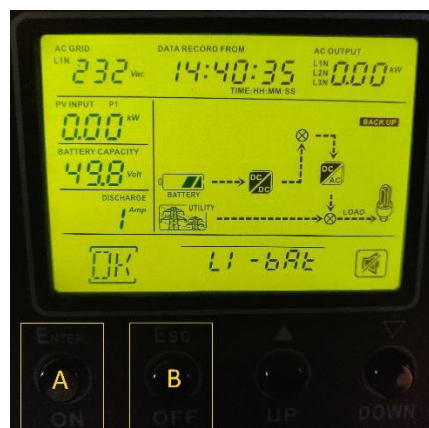
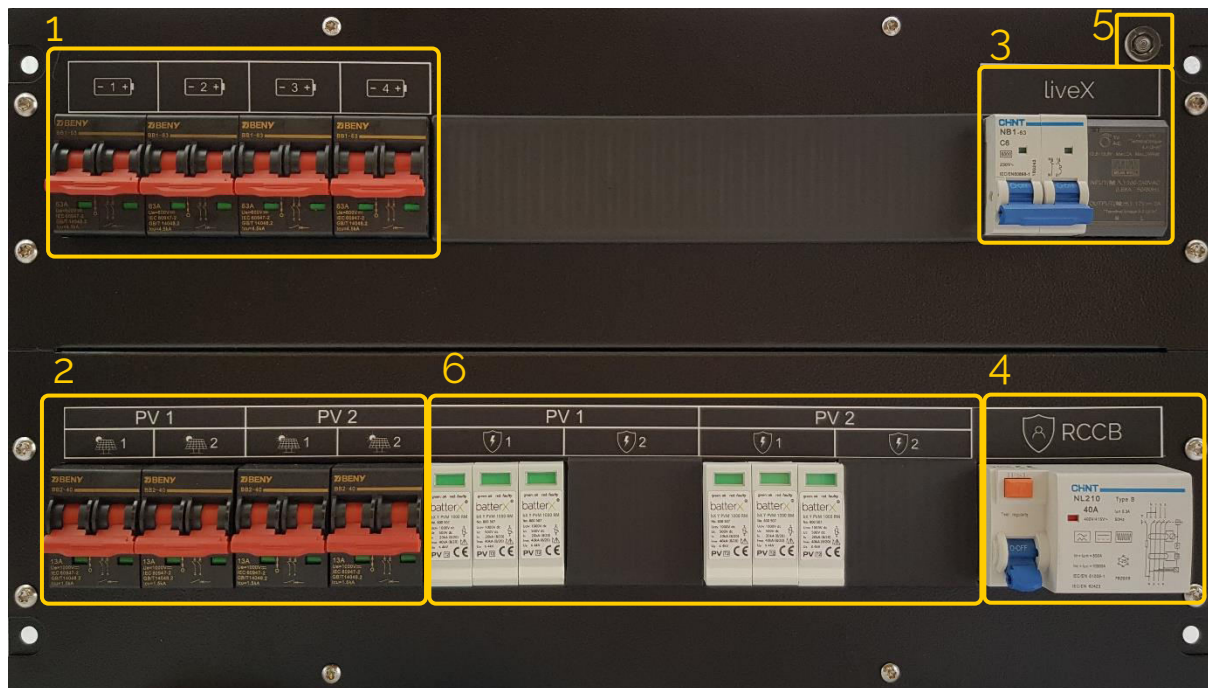

Abbildung 2: Beispiel des Displays eines H10-Wechselrichters
Abbildung 3: Vorderansicht des cliX Moduls
1. Fahren Sie als erstes das liveX herunter. Dazu müssen sie im Portal unter den Systemeinstellungen (siehe auch 4.V) die Oberfläche „Herunterfahren“ auswählen. 30 Sekunden nach dem Auswählen ist das liveX vollständig heruntergefahren. Schalten Sie nun die Spannungsversorgung des liveX aus (Abbildung 3, Punkt 3).
2. Schalten Sie den Ausgang des H10-Wechselrichters aus. Drücken Sie hierzu den „OFF“ Knopf unterhalb des H10-Wechselrichter Displays (Abbildung2, Punkt B). Sobald der Ausgang deaktiviert wurde, wird die Bypass Leuchte aktiviert (Abbildung 3, Punkt 5). Um den Ausgang des Systems vollständig abzuschalten muss der Fehlstromschutzschalter (Abbildung 3, Punkt 4) ausgeschaltet werden.
3. Schalten Sie nun alle Photovoltaikeingänge aus. Hierzu müssen die Photovoltaik Eingangssicherung 1-4 ausschalten (Abbildung 3, Punkt 2).
4. Schalten Sie nun die Batteriemodulabsicherungen 1-4 aus (Abbildung3, Punkt1). Außerdem müssen nun alle Ein-Ausschalter (Abbildung 4, Punkt 7) jedes Batteriemoduls auf Position 0 geschaltet werden.
3. Nun müssen alle Ein-Ausschalter (Abbildung 4, Punkt 7) jedes Batteriemoduls auf Position 1 geschaltet werden. Anschließend können die Batteriemodulabsicherungen 1-4 (Abbildung3, Punkt1) eingeschaltet werden.
4. Als nächstes werden alle Photovoltaik Eingangssicherung 1-4 (Abbildung 3, Punkt 2) eingeschaltet.
5. Der nächste Schritt besteht darin den Ausgang des H10-Wechselrichters zu aktivieren. Dazu muss der „ON“ Knopf unterhalb des H10-Wechselrichter Displays (Abbildung2, Punkt A) gedrückt werden. Der H10-Wechselrichter wird sich nun synchronisieren und vollständig hochfahren. Während der Synchronisation wird er sich mehrere Male ein- und ausschalten. Dieser Vorgang kann bis zu 3 Minuten dauern. Sobald die Bypass Signalleuchte (Abbildung 3, Punkt 5) ausschaltet ist der H10-Wechselrichter betriebsbereit.
6. Als letztes kann die Spannungsversorgung des liveX (Abbildung 3, Punkt 3) und der Fehlstromschutzschalter (Abbildung 3, Punkt 4) wieder eingeschaltet werden. Das Einschalten des liveX ist nach 30 Sekunden abgeschlossen und das batterX System ist wieder vollständig betriebsbereit.